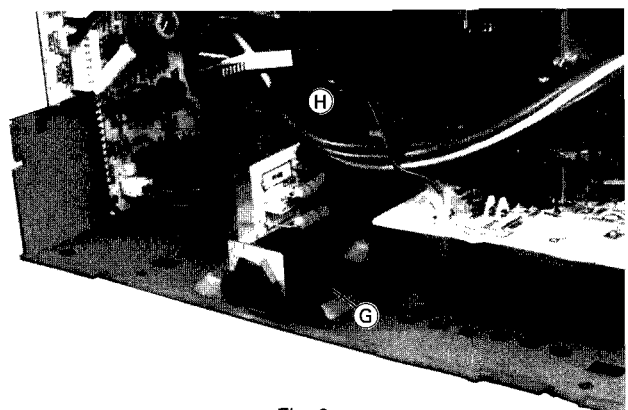

Fig. 6
- Schraube (G) herauserschrauben (Fig. 6).
- Undo screw (G) (Fig. 6).
**6. Reglerplatte ③ (Fig. 6) ausbauen**
**6. Removing Regulator Board ③ (Fig. 6)**
- Undo 3 screws (N) and screw (O) (Fig. 6).